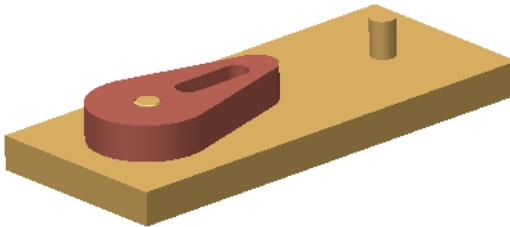

图 7.4.5 完成机构连接
(6) 单击操控板中的 按钮，完成销连接的创建，如图 7.4.5 所示。